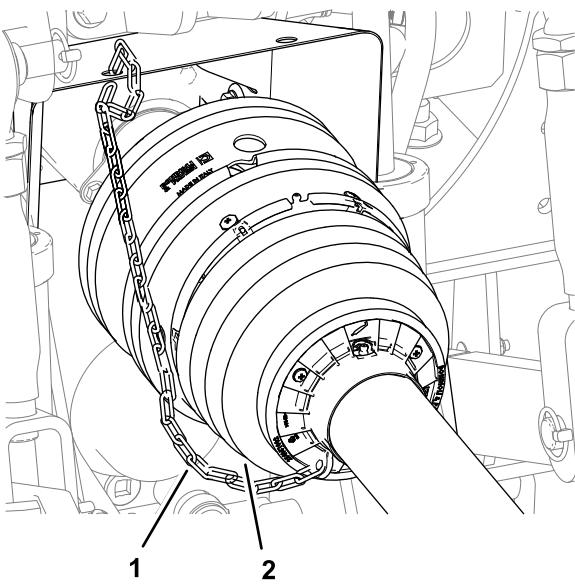

Bild 17
5. Prüfen, ob die Rückhaltekette zwischen der vorderen Schutzabdeckung der Zapfwelle und einem feststehenden Teil am Zugfahrzeug montiert ist (Bild 17).